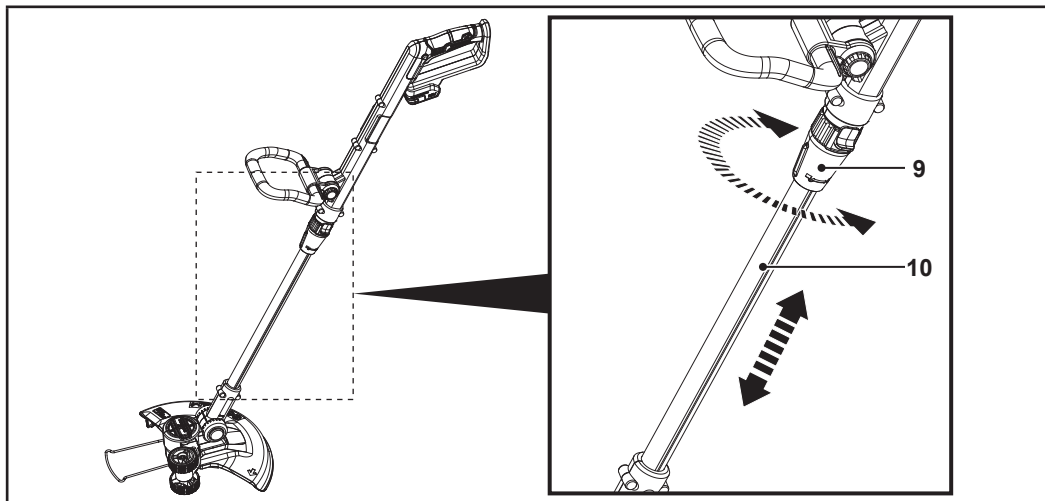

Fig. 6
1. Afloje el bloqueo del tubo de prolongación (9) girándolo en la dirección de desbloqueo  (Fig. 6).
2. Ajuste el tubo de prolongación (10) (Fig. 6).
3. Apriete el bloqueo del tubo de prolongación (9) girándolo en la dirección de bloqueo  (Fig. 6).
4. Asegúrese de que el tubo de prolongación (10) está bloqueado.